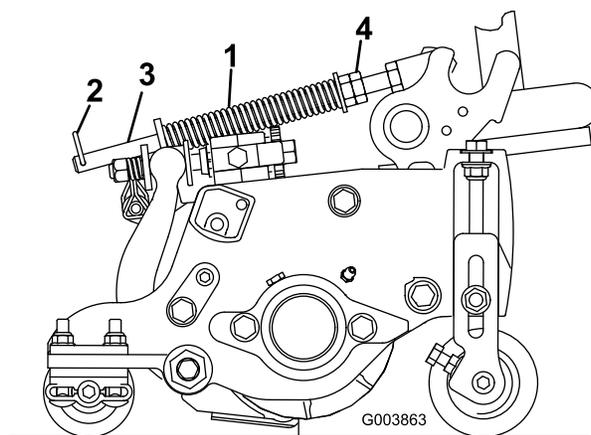

Рисунок 15
2. Затяните шестигранные гайки в передней части штока пружины так, чтобы сжатая длина пружины стала равна 12,7 см на Reelmaster 5410 (с 5-дюймовыми режущими блоками) или 15,9 см на Reelmaster 5510 и 5610 (с 7-дюймовыми режущими блоками) (Рисунок 15).
Пружина компенсации состояния грунта (Рисунок 15) переносит вес с переднего на задний каток. (Это помогает снизить волнообразный рисунок на грунте, также называемый волнами или неровностями.)
1. Убедитесь в том, что игольчатый шплинт вставлен в заднее отверстие штока пружины (Рисунок 15).